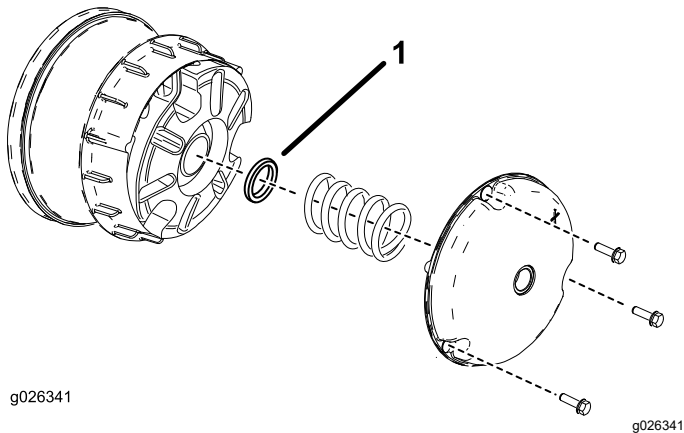

Bild 61
2. Entfernen Sie die Schrauben, mit denen die Abdeckung der Hauptkupplung befestigt ist, wie in Bild 61 abgebildet.